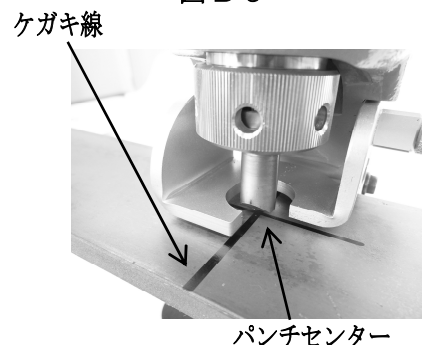

図 D-4
- 5) 材料の穴あけ位置にケガキ線又は、ポンチ等で目印を付けます。(図 D-4)
- 1) 材料をダイの上にのせ、ワークストッパーに平行に当てます。材料のケガキ線をワークストリッパーの切り欠きに合わせます。これで材料の穴あけ位置とパンチの先端が合っていることになります。(図 D-4)